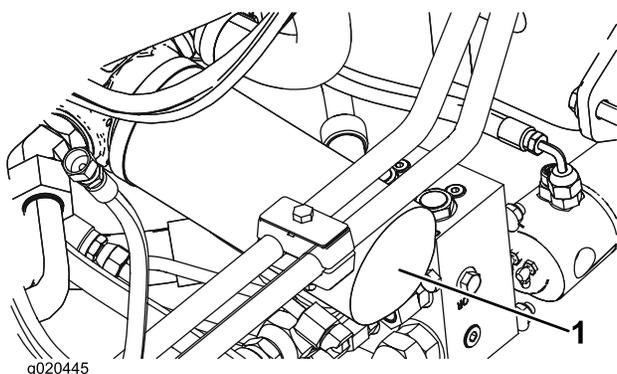

Figura 72
2. Pulite le superfici circostanti il filtro. Collocate una bacinella di spurgo sotto il filtro e toglie il filtro (Figura 72).